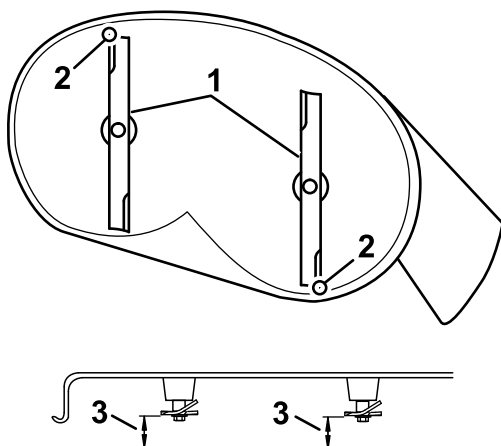

Figure 69
4. Faites pivoter les lames avec précaution pour faire passer les pointes avant à l'arrière (Figure 69).
5. Mesurez la distance entre la pointe de la lame avant et la pointe de la lame arrière par rapport à la surface plane (Figure 69 ou Figure 70).